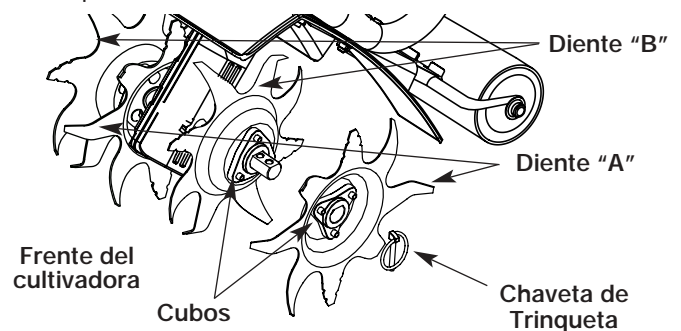

Fig. 12a
- Coloque el control de encendido y apagado en la posición de APAGADO (O) y desconecte el cable de la bujía de encendido.
- Saque las presillas del pasador de la horquilla y los pasadores de la horquilla (Fig. 12a).